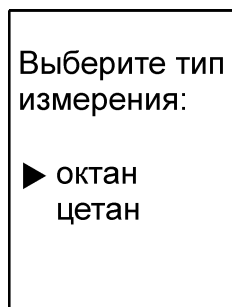

Рисунок 8 — Выбор типа (режима) измерения
- кнопками (↑, ↓) установить указатель на желаемый тип измерения (рисунок 8);
- нажать (↵) для подтверждения выбора, (X) — для отмены.